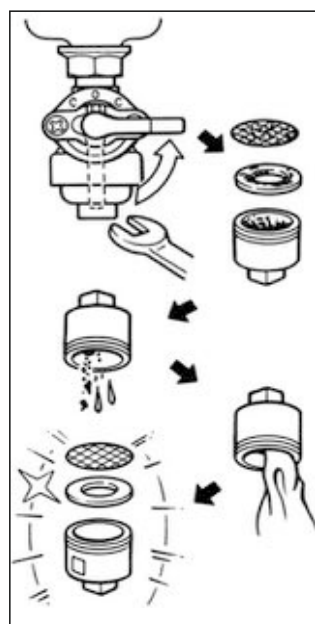

Рисунок 14 – Очистка фильтра топливного крана
3.4.6 ОЧИСТКА ФИЛЬТРА ТОПЛИВНОГО КРАНА (РИС.14)